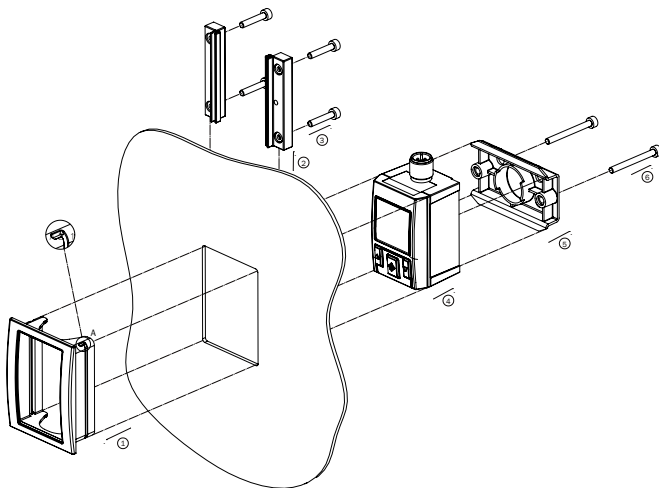
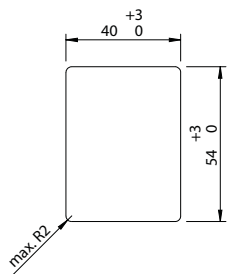

Abbildung 10: Schalttafeleinbausatz, robust
Abbildung 11: Öffnung in Schalttafel
Zur Montage in eine Schalttafel verwenden Sie den als Zubehör erhältlichen Schalttafeleinbausatz für robuste Anwendungen (siehe Abbildung 10). Die maximale Dicke der Schalttafel beträgt 5 mm. Abbildung 11 zeigt die Abmessungen des Ausschnitts in der Schalttafel.
Befestigen Sie das Befestigungselement in der Hutschielenaufnahme des Druckschalters, siehe Abbildung 10.
5.4 Druckanschluss über die G ¼-Innengewinde (Abbildung 11)